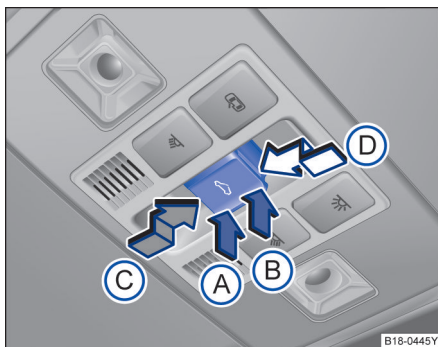

图 55 顶篷上的天窗控制按钮
🔍 按钮 ⇒ 图 55。1 挡位置：可完全打开天窗，或部分翻开天窗，打开或关闭天窗。
功能	操作方法 ⇒ 图 55
- 触发防夹功能后 5 秒钟内按压  按钮 \Rightarrow 图 55，沿箭头  方向将按钮保持在 2 挡位置，直至天窗完全关闭。